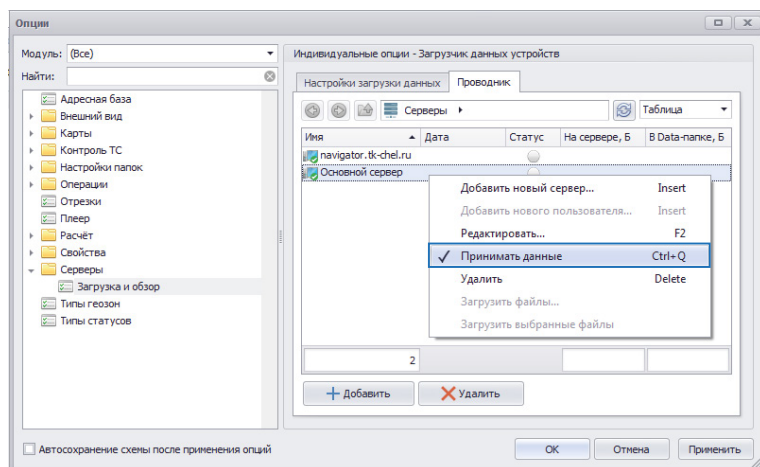

Рис.76. Опция «Принимать данные от сервера» в настройках сервера.
- Не установлена галочка «Принимать данные от сервера» в настройках сервера. Изменить состояние опции можно в контекстном меню сервера в окне «Проводник» (**Рис.76**).